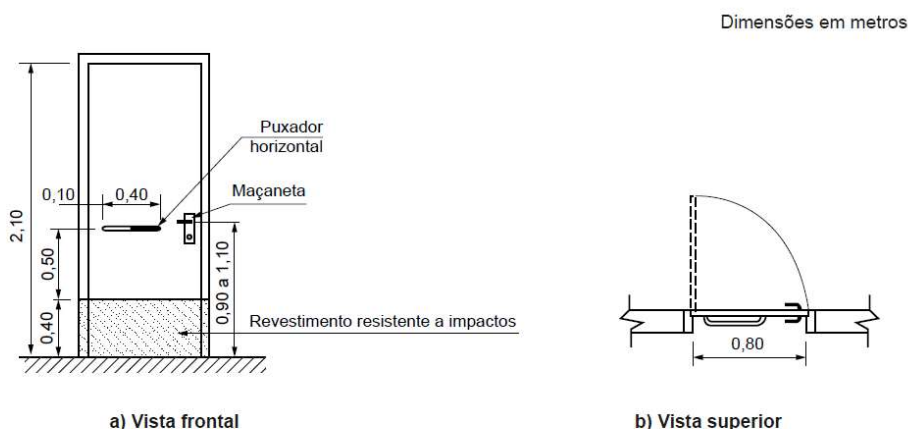

Figura 84 – Portas com revestimento e puxador horizontal
6.11.2.7 As portas de sanitários e vestiários devem ter, no lado oposto ao lado da abertura da porta, um puxador horizontal, conforme a Figura 84, associado à maçaneta. Deve estar localizado a uma distância de 0,10 m do eixo da porta (dobradiça) e possuir comprimento mínimo de 0,40 m, com diâmetro variando de 35 mm a 25 mm, instalado a 0,90 m do piso. O dispositivo de travamento deve observar o descrito em 4.6.8. Recomenda-se que estas portas ou batentes tenham cor contrastante com a da parede e do piso de forma a facilitar sua localização.